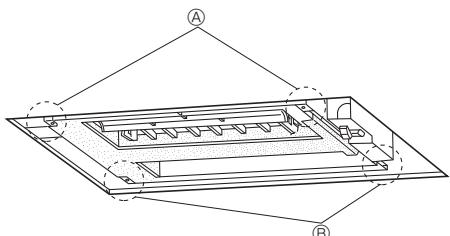

Рис. 5-2
5.2. Контрольные проверки перед установкой на место (Рис. 5-2, 3)